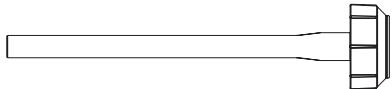

Figure 4 : Chargeur ■ Afbeelding 4: Inbrenghulpmiddel
■ Abbildung 4: Aufnahmeverrichtung